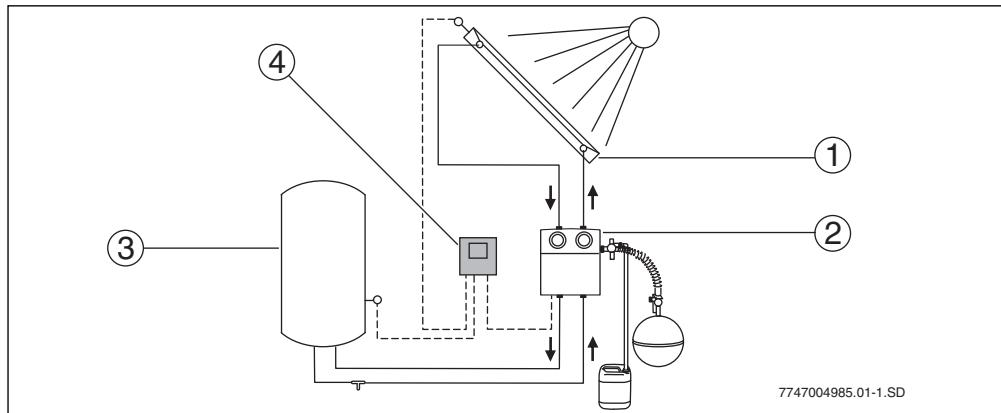

Fig. 2 Esquema do sistema
Quando a diferença de temperatura ajustada entre o campo de coletores (→ fig. 2, pos. 1) e o termoacumulador solar (→ fig. 2, pos. 3) é ultrapassada, a bomba no grupo de circulação é ativada.